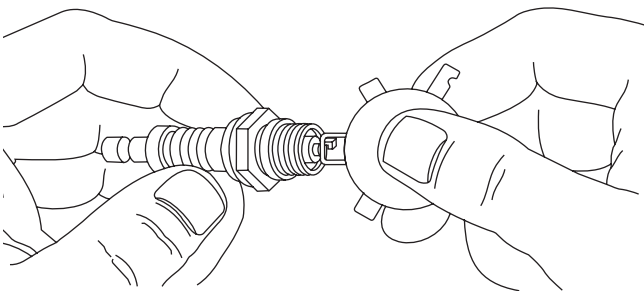

Figure 18 — Vérification de l'écartement des électrodes de la bougie d'allumage
- Vérifiez l'écartement des électrodes à l'aide d'une jauge d'épaisseur et réglez à l'écartement recommandé au besoin (voir Figure 18 et "Spécifications").